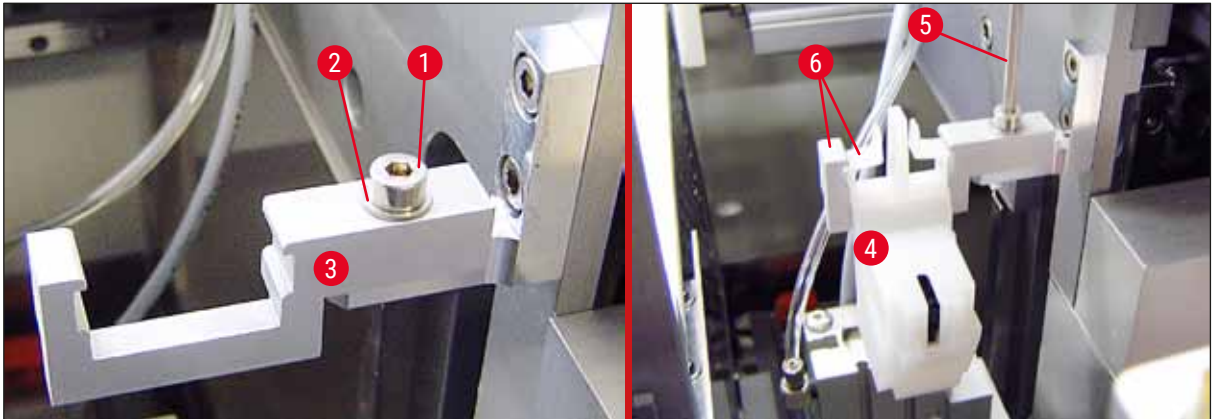

Fig. 22
4. Inserire il pulisci-ugello assemblato (→ Fig. 22-4) nel supporto, come illustrato nella (→ Fig. 22). Premere verso il basso finché le due staffe di fissaggio laterali (→ Fig. 22-6) si innestano, con un clic udibile, nelle scanalature del supporto.